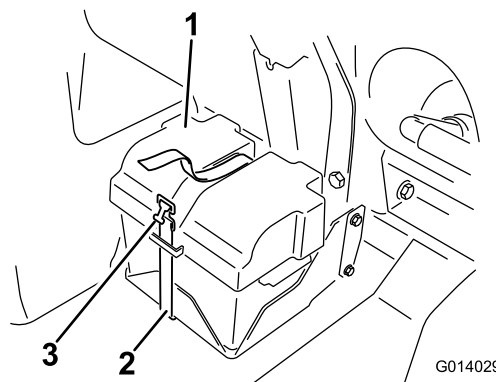

Figura 91
2. Rimuovete il coperchio della batteria e scollegate il cavo di messa a terra negativo (nero) dal polo della batteria (Figura 91).
4. Montate il coperchio della batteria e fissatelo con la cinghia rimossa in precedenza (Figura 91).